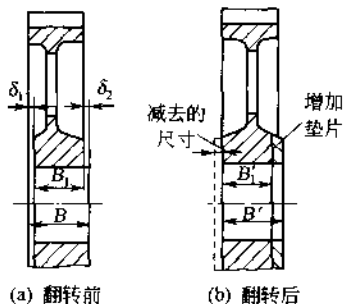

图 1-1 齿轮的翻转使用
(1) 如图 1-1(a) 所示。轮齿的左半部分齿面磨损较重、右半部分磨损轻微。将此圆柱直齿齿轮翻转 180° 后使用。
(2) 轴向翻转 180° 后，齿轮的轴向定位尺寸应与翻转前基本相同，即 $B' = B$ 。
(3) 翻转后，与其啮合的传动齿轮相啮合的状况应得到较大改善。
(1) 将该齿轮工件夹持在车床的三爪卡盘上, 找正并使齿轮轮毂左端面处于被加工位置。
(2) 将轮毂左端面精车平整, 并使 $B_1 = 49.5\text{mm}$ 。
(3) 将齿轮轴向翻转 180° 后重新装夹, 找正后将原轮毂右端凸出部分的尺寸 ($\delta_2 = 2\text{mm}$) 车去并光平。
(4) 按齿轮轮毂的外圆和内孔的尺寸, 加工车制出厚度为 $\delta = \delta_1 + \delta_2 = 2.5 + 2 = 4.5\text{mm}$ 的平垫圈。
(5) 按图 1-1(b) 所示, 将修改后的齿轮加垫圈后重新安装即可使用。